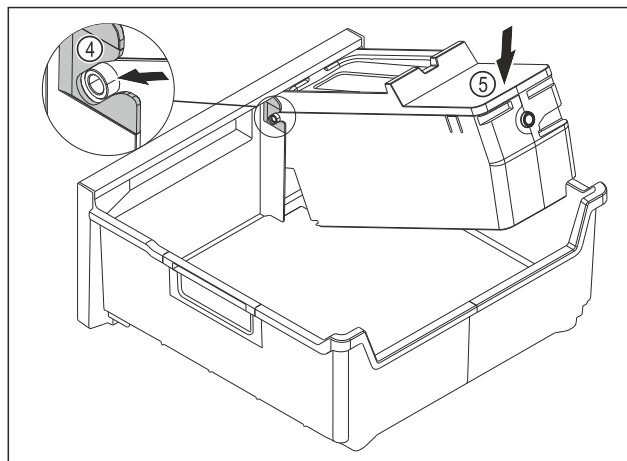

Fig. 187
- ▶ Montera EasyTwist-Ice-enheten: Skjut in axlarna på EasyTwist-Ice-enheten i styrningarna Fig. 187 (4).
- ▶ Tryck EasyTwist-Ice-enheten Fig. 187 (5) baktill nedåt.